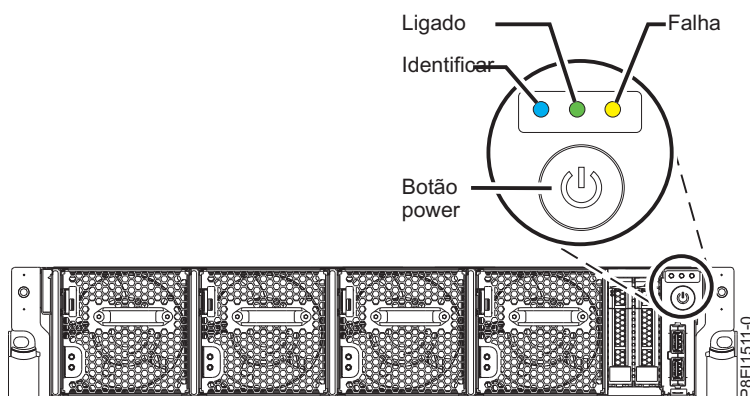

Figura 64. Botão power
- O LED Ligado, conforme mostrado na Figura 64, está piscando. Uma luz piscando indica energia de espera para a unidade.
3. Pressione o botão power mostrado em Figura 64. A luz indicadora de funcionamento para de piscar e permanece acesa, indicando que a energia do sistema está ligada. Os ventiladores de resfriamento do sistema operam em uma velocidade alta e após aproximadamente 30 segundos, retornam para a velocidade de operação.